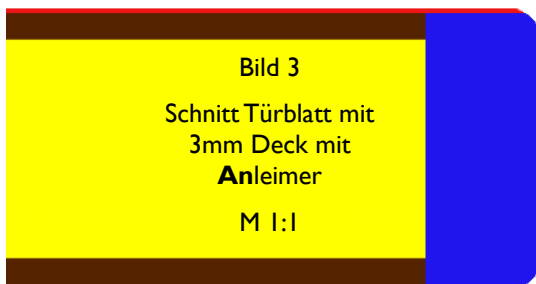

Bild 3
- gegen parallel zur Türblattebene drehbare Hebel ersetzt werden (Bild 3 + 4), oder
Was bleibt ist der Anleimer. Funktioniert zuverlässig! Bei STUMPFEN Türen, gibt es auch keine Frage nach Neben Kante I. (Bild 3)